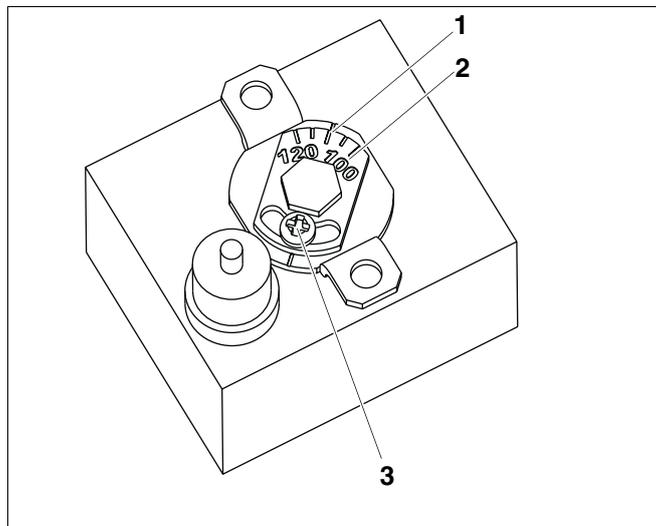
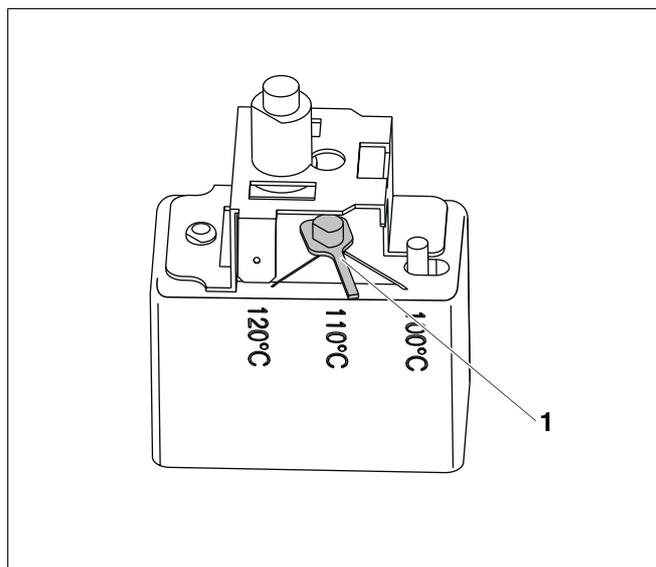

Рис. 61 STB, вариант А
Рис. 62 STB, вариант В
- Сначала нужно определить вариант установленного предохранительного ограничителя температуры (см. рис. 61 и рис. 62).
#### Вариант А (рис. 61)
- Ослабить винт (рис. 61, поз. 3).
- Пластину с температурной шкалой (рис. 61, поз. 2) установить на нужную температуру (рис. 61, поз. 1).
- Затянуть винт (рис. 61, поз. 3).
#### Вариант В (рис. 62)
- Установить рычажок (рис. 62, поз. 1) на нужную температуру.